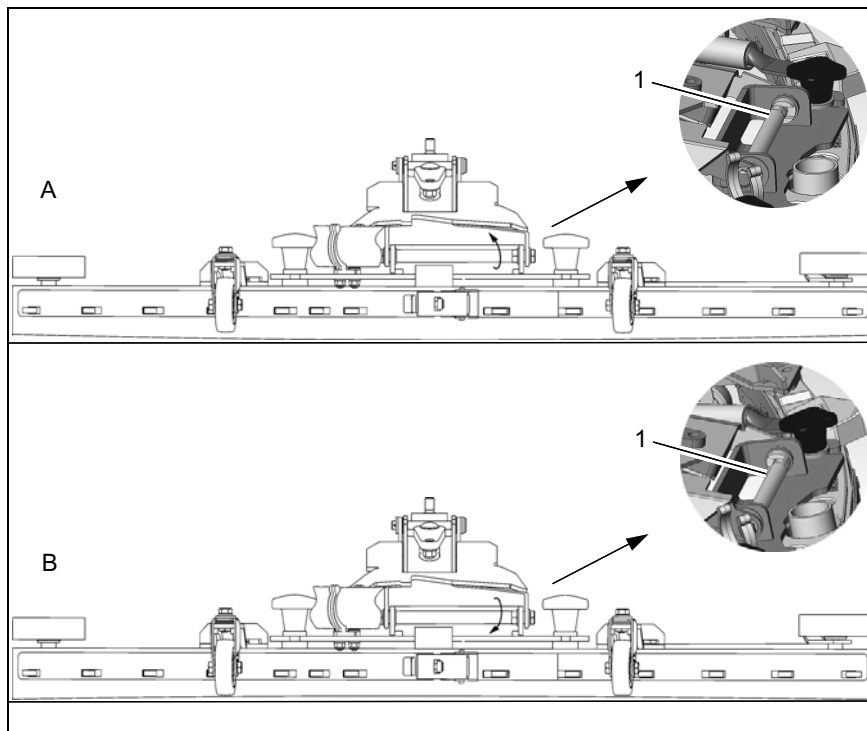

Abb.12
2. Befestigungsschrauben der Exzenterwelle (Abb. 12/1) lösen und mit (SW13) den Saugfuß so einstellen, das die Enden der Dichtleisten gerade noch Bodenkontakt haben.